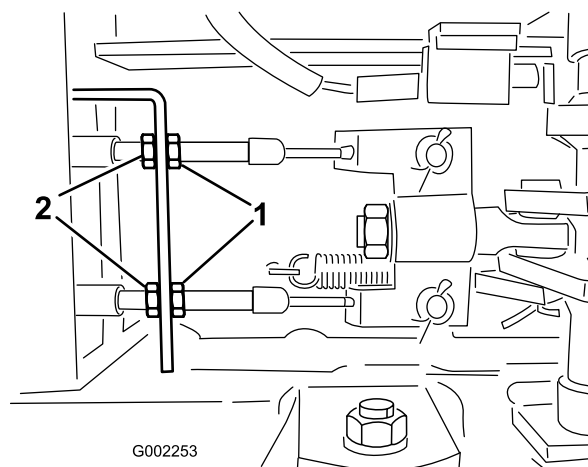

Figura 54
5. Afloje las tuercas delanteras de los cables de freno, debajo del extremo delantero del pulverizador (Figura 54).
6. Apriete las tuercas traseras en la misma cantidad hasta que el pedal de freno recorra entre 1 a 2 cm antes de que se note resistencia (Figura 54).